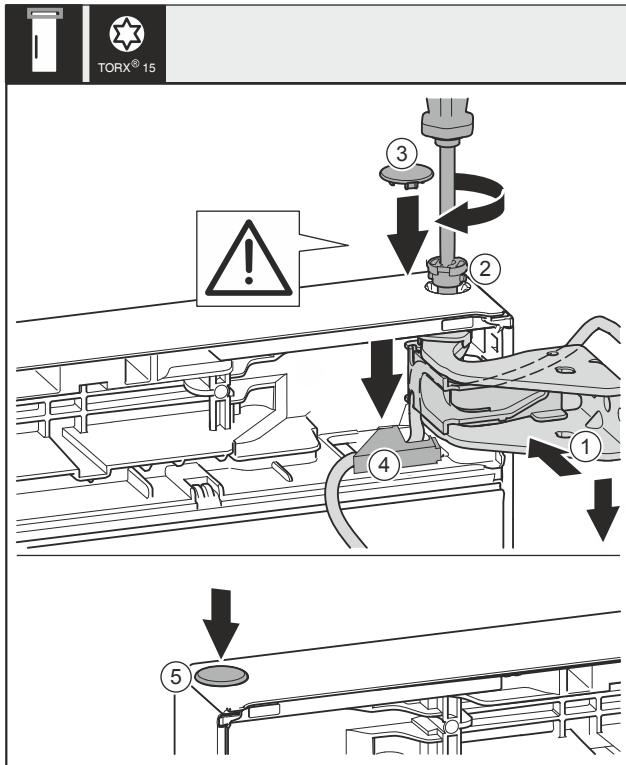

Fig. 43
- ▶ Allineare la porta superiore all'apertura nel blocco di supporto Fig. 43 (1).
- ▶ Inserire i perni Fig. 43 (2) e stringerli con un cacciavite.
- ▶ Montare la copertura del fusibile sul fusibile della porta: Inserire la copertura del fusibile Fig. 43 (3) e controllare se appoggia sulla porta. Altrimenti inserire completamente i perni.
- ▶ Inserire la copertura Fig. 43 (4) e spingere verso il basso, finché non si innesta.
- ▶ Inserire il tappo Fig. 43 (5).